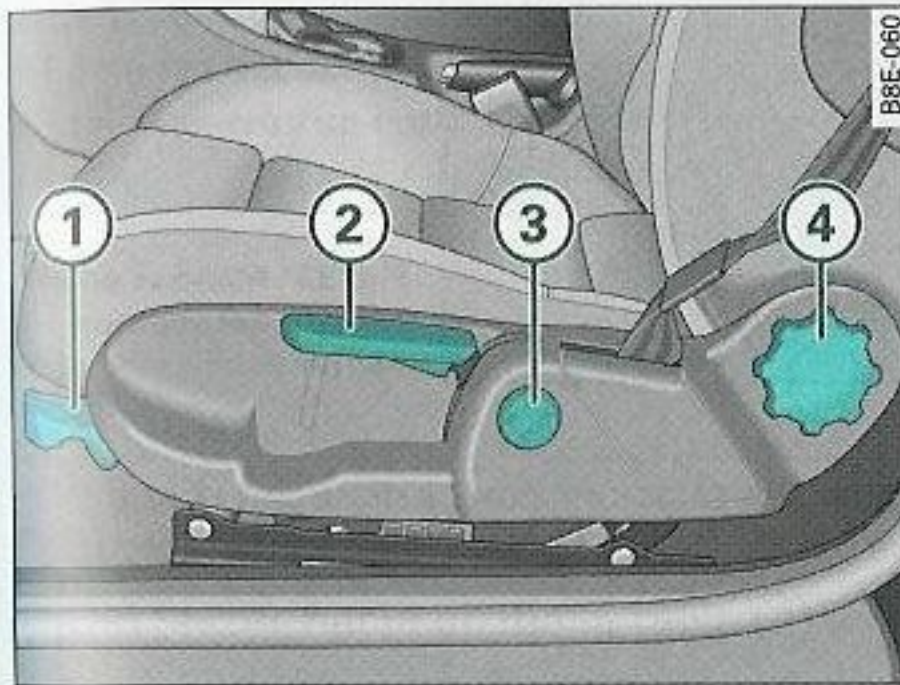

Fig. 82 Mandos en el asiento del conductor
- Levante la palanca ① ⇒ fig. 82 y desplace el asiento hasta la posición deseada.
- Suelte la palanca ① y siga desplazando el asiento hasta que encaje el bloqueo.
- Tire de la palanca ② ⇒ fig. 82 hacia arriba.
- Con la mano, gire la rueda ④ ⇒ *página 99, fig. 82* para ajustar la inclinación del respaldo.